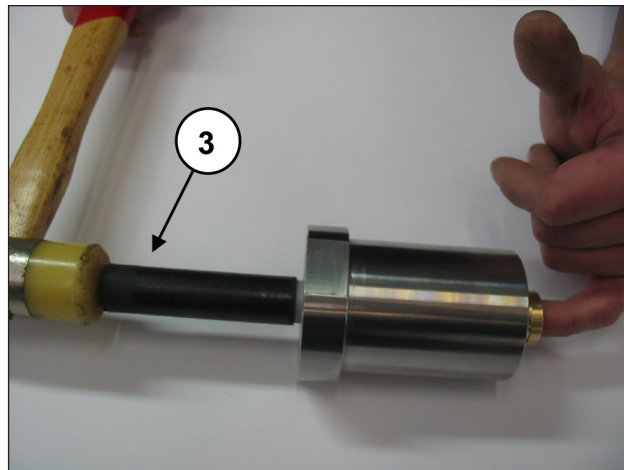
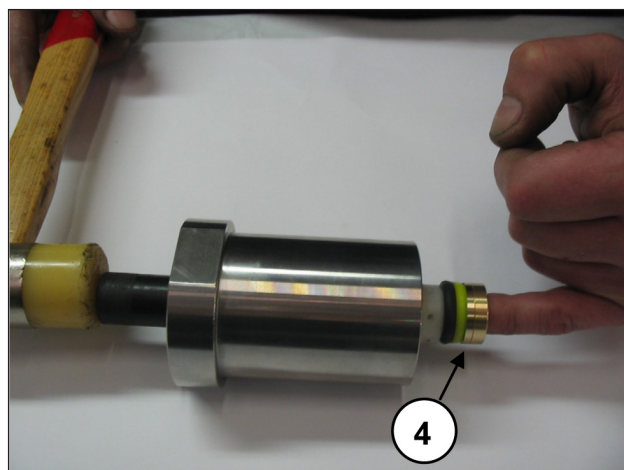

Fig. 52
Fig. 53
- Con la camicia separata dal supporto tenute e con una apposita spina in materiale plastico ③ come indicato in Fig. 52 fare fuoriuscire il pacco HP (alta pressione) ④ operando come in Fig. 53.
Ad ogni smontaggio il pacco HP ④ Fig. 53 dovrà essere sostituito.